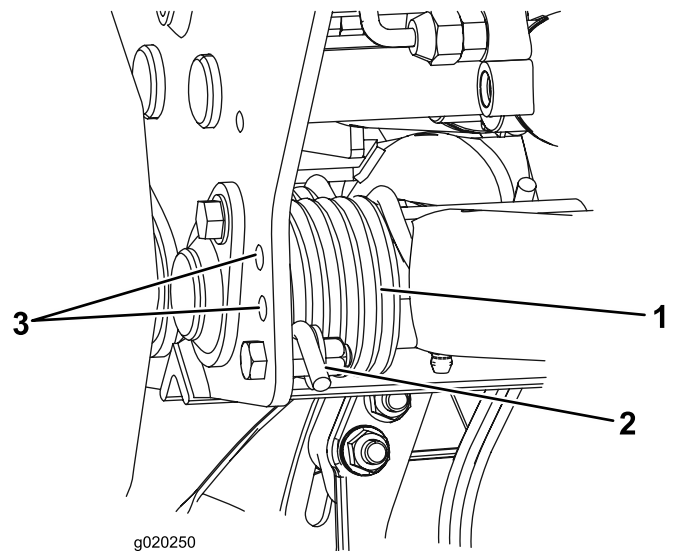

Figura 33
2. Insira um tubo ou objeto semelhante na extremidade longa da mola para aliviar a tensão durante o ajuste (Figura 33).
3. Enquanto alivia a tensão da mola, retire o parafuso e a porca de bloqueio que prendem o atuador de mola ao suporte (Figura 33).